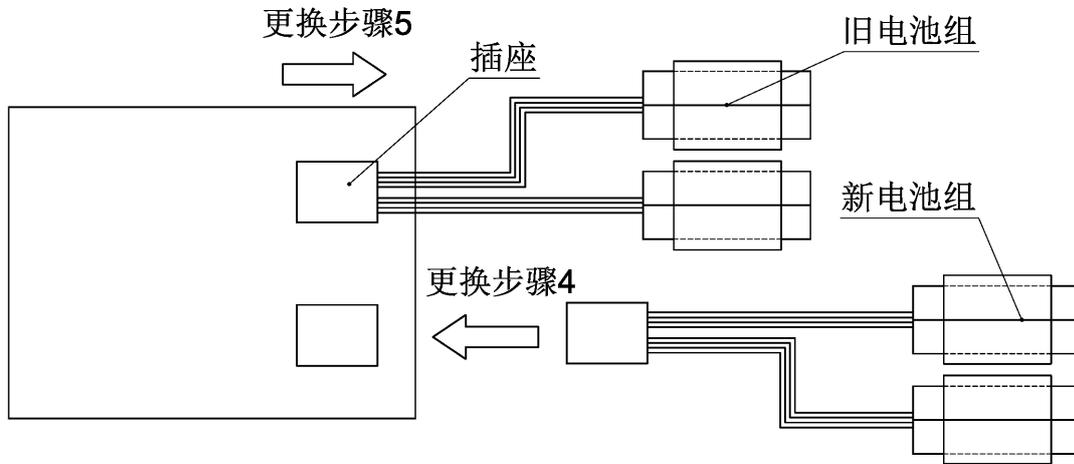

图 17 更换电池
- ① 关闭控制器主电源；
- ② 拆下电气板，拉出旧电池组，以便更换；
- ③ 将旧电池组从固定架上取出，注意不要拔下旧电池组插头；
- ④ 将新电池组插头插在连接线的插座上（参考图 17）；
- ⑤ 拔下旧电池组插头；